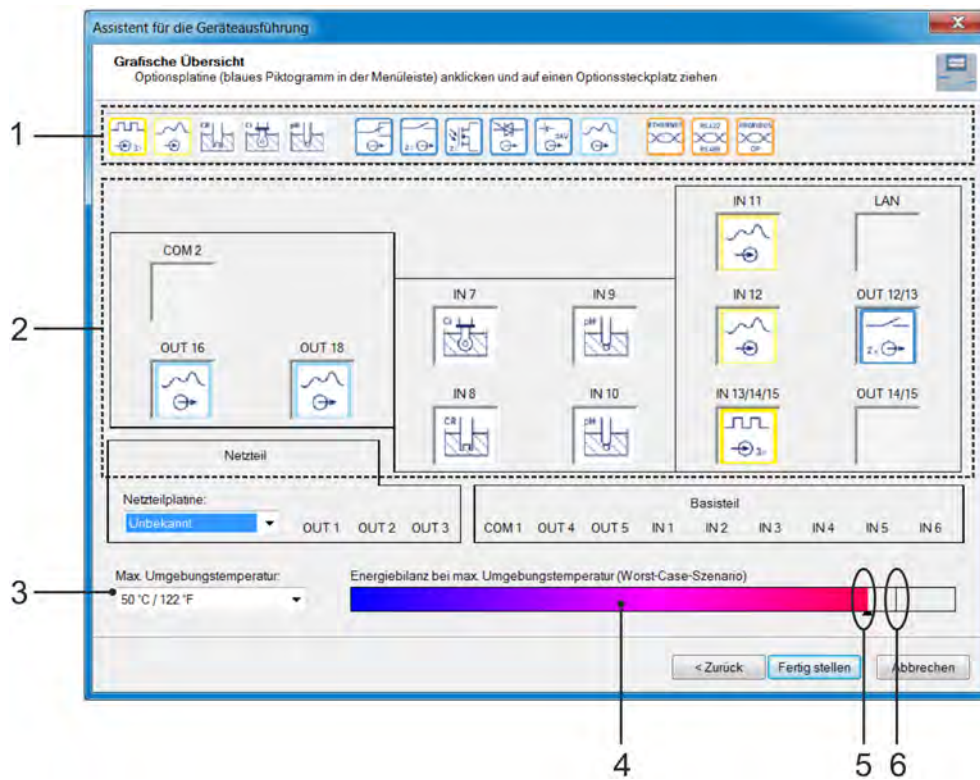

Abb. 99: Grafische Übersicht
7. ▶ Hier können Sie nun einfach per Drag and Drop die gewünschten Optionsplatinen (Abb. 99 , Pos. 1) symbolisch in entsprechende Steckplätze (Abb. 99 , Pos. 2) platzieren, verschieben und entfernen.
Dabei stellt der Bargraph „Energiebilanz“ (Abb. 99 , Pos. 4) die zu erwartende Erwärmung des Gehäuseinneren dar. Berücksichtigt wird hierbei die gesamte Wärmeabgabe durch Basis- und Netzteil und der Optionsplatinen sowie der Einfluss der voreingestellten Umgebungstemperatur (Abb. 99 , Pos. 3). Der kleine senkrechte Strich in dieser Anzeige (Abb. 99 , Pos. 6) stellt das Limit dar, das nicht überschritten werden darf.
Bei Überschreiten des Limits wechselt die Farbe des Zeigers am Bargraph (Abb. 99 , Pos. 5) von Schwarz nach Rot.